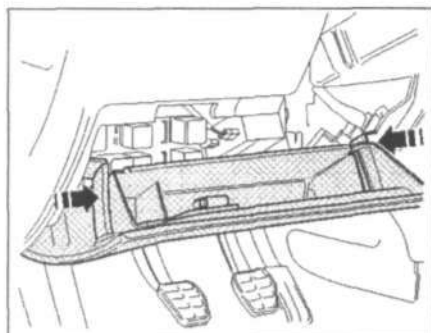

Рис. 10.3. Нажмите на фиксаторы в направлении стрелок.
5. Нажмите на фиксаторы в направлении стрелок (рис. 10.3). Переместите вниз вещевой ящик и извлеките его.